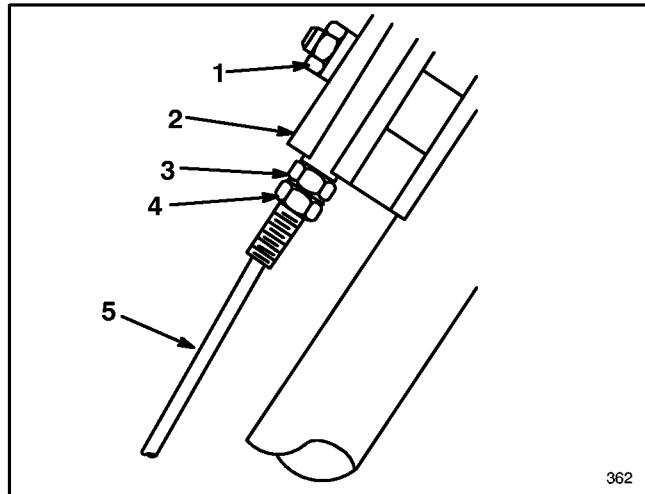

Abbildung 21
2. Mutter auf dem Stützblock lösen (Abb. 21).
3. Untere Gegenmutter am Radfahrantreibskabel lösen (Abb. 21).
8. Die obere Gegenmutter sollte nach der Einstellung am Stützblock anliegen (Abb. 21).